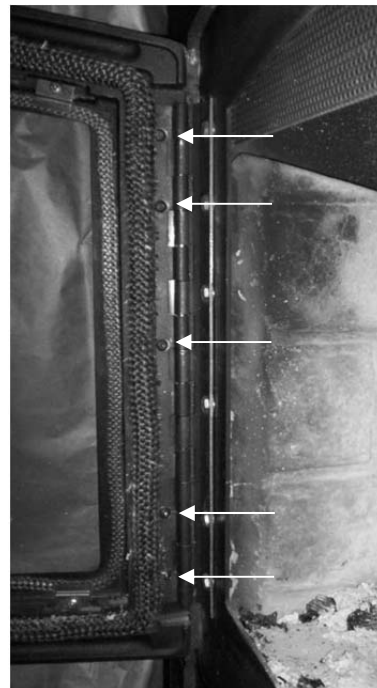

Figure 7 Ajustement de la penture sur la porte
10. Pour resserrer le côté gauche de la porte, dévissez légèrement les vis retenant la penture sur la porte (voir Figure 7).